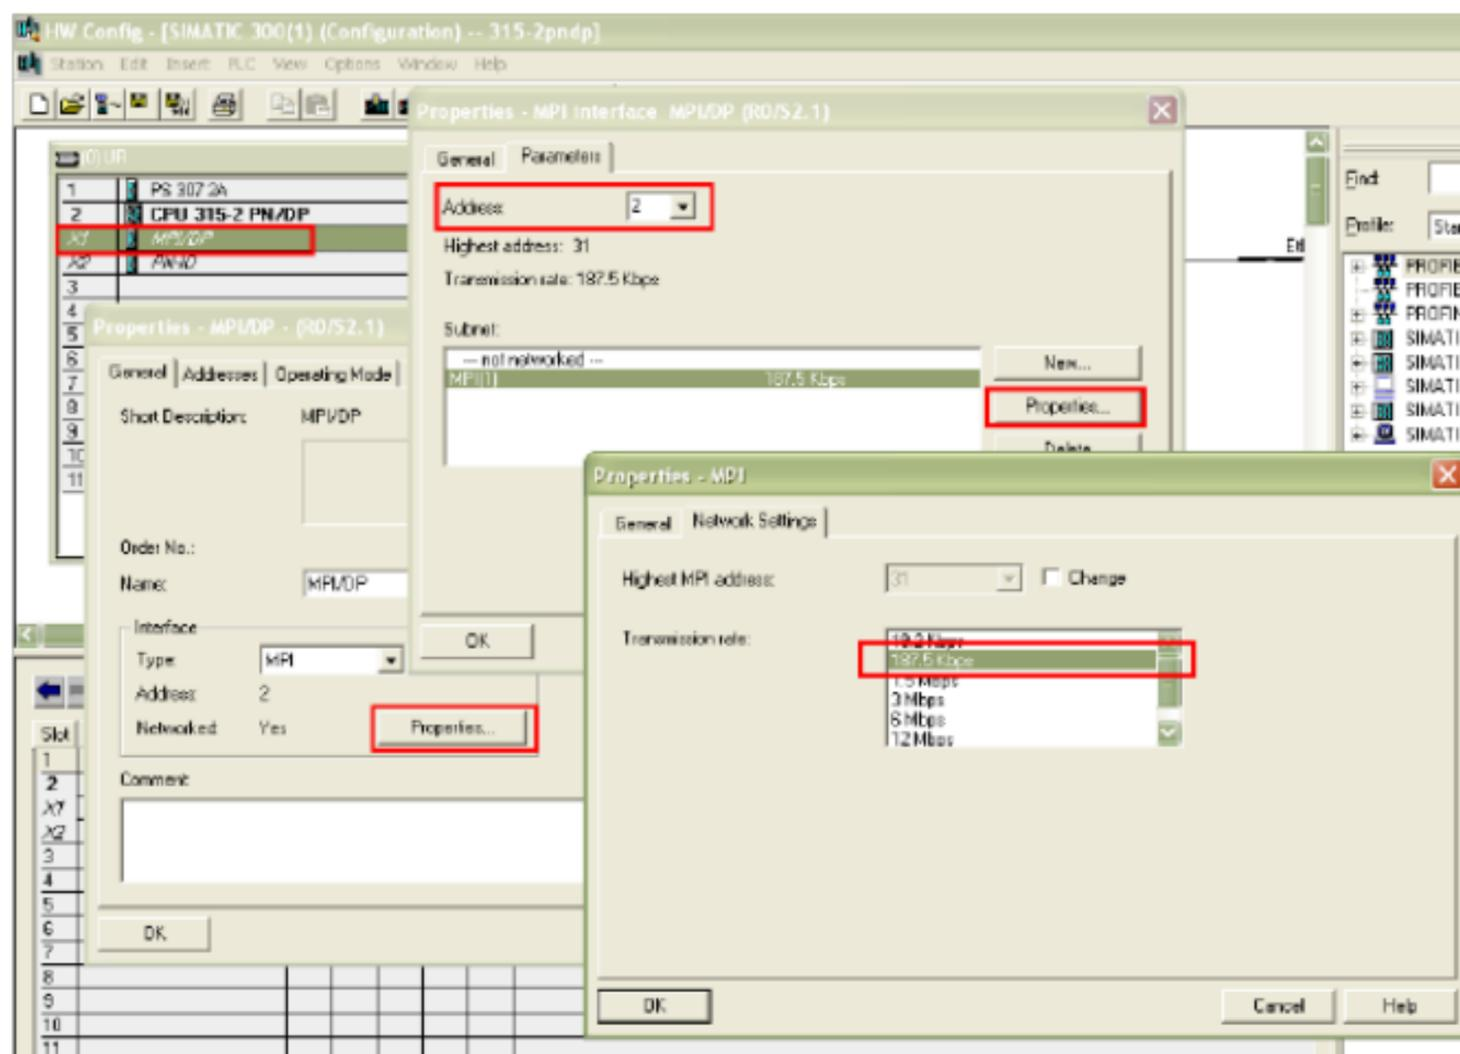

图 1.1
STEP7 设置 **MPI** 通讯，具体步骤不在此详述，可参考如下图 1.1 示：